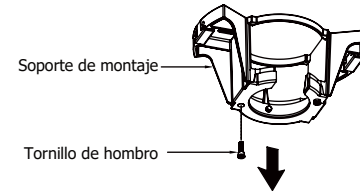

Fig. 11
Paso 2. Retire uno de los dos tornillos de hombro en el soporte de montaje, y guárdelo para su uso en la página 12 Paso 2. Afloje el segundo tornillo del hombro sin quitarlo por completo. (Fig. 11)